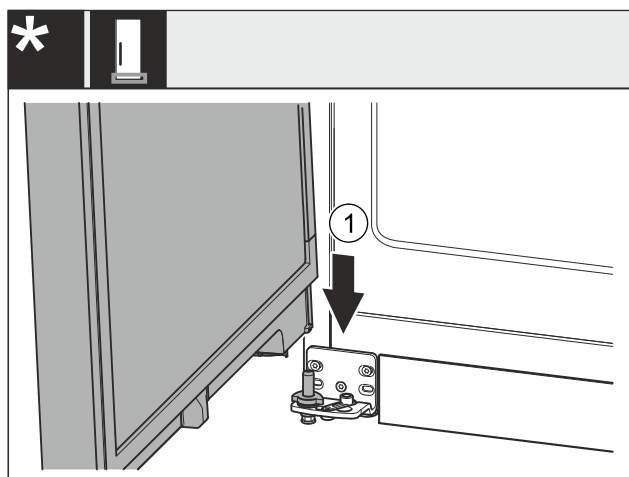

Fig. 44 *
- Dveře nasadíte shora na dolní ložiskový čep Fig. 44 (1)*